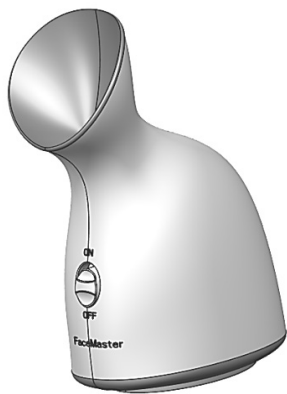

图 7-88 产品效果图
(2) 选择蒸脸器瓶身曲面，单击  →  展开特征，单击【选项】→【定义】，以 DTM2 基准平面为草绘平面，进入草绘环境，用  投影 复制选取环的方式选取上一分步骤中的字样，单击【确定】退出草绘。在  厚度距离处输入 0.5，再单击【确定】得到最终产品，如图 7-88 所示。